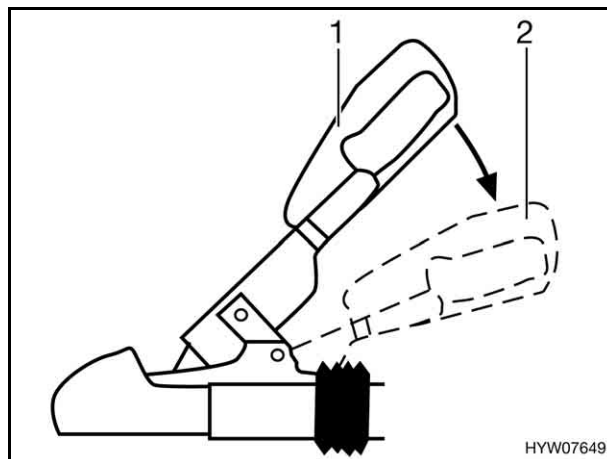

Fig. 115 Maniglia di stabilizzazione
- Attivare il dispositivo di stabilizzazione. A tal fine premere la maniglia del gancio dalla posizione chiusa (Fig. 115,1) verso il basso (Fig. 115,2) fino all'arresto.